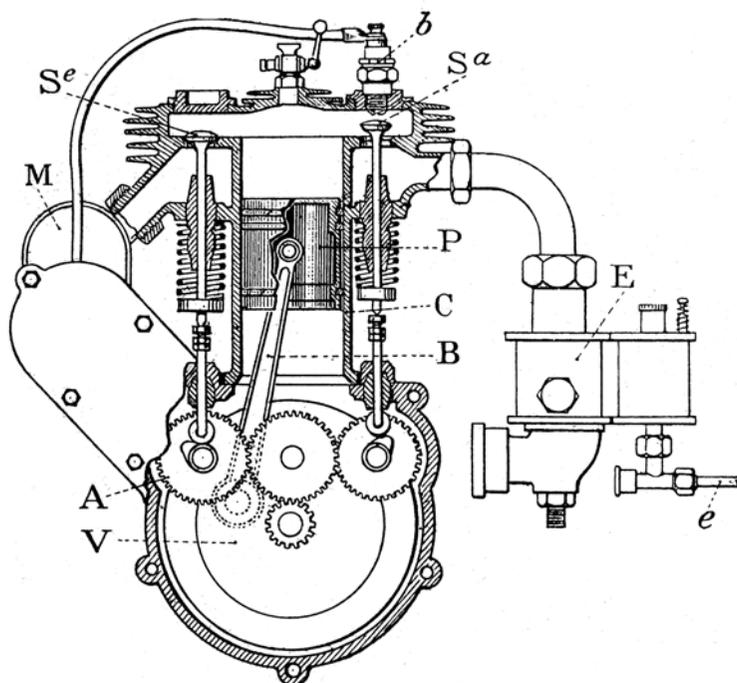

Fig. 1 - Coupe verticale schématique d'un moteur à explosions monocylindrique à quatre temps.
Si on le réduit à sa plus simple expression, un moteur à explosion est constitué (voir figure 1) par un cylindre C ouvert à une extrémité et fermé à l'autre, dans lequel se meut un piston P, relié par une bielle B à un arbre coudé V dit *vilebrequin* ou arbre moteur(1).
Si nous considérons un moteur à explosion à quatre temps pendant son fonctionnement, nous pouvons décomposer sa marche en *temps* qui se répètent indéfiniment, par groupes de quatre, toujours dans le même ordre ; les figures 2 à 5 montrent, schématiquement, la position occupée par les organes essentiels du moteur au commencement de chaque temps. Ces figures reproduisent, sous une forme simplifiée, le schéma de moteur de la figure 1.
1) se trouvant au point le plus haut de sa course, le volant (voir plus loin) l'entraîne vers le bas (sens indiqué par la flèche verticale sur la figure) ; en même temps la soupape d'admission ( $S^a$ , figure 1) s'ouvre dans son mouvement de descente, le piston aspire dans le cylindre le mélange détonant produit dans le carburateur et amené par le tuyau d'admission A (fig. 2) ; à ce moment, le moteur se comporte comme une pompe aspirante. Lorsque le piston parvient au point le plus bas de sa course, la soupape  $S^a$  se ferme et le cylindre se trouve rempli de gaz.
course descendante, le cylindre se trouve rempli de gaz inertes, il est nécessaire de les chasser avant de pouvoir admettre une nouvelle charge (ou cylindrée) de mélange détonant frais. Cette chasse des gaz brûlés a lieu pendant le quatrième temps, la soupape d'admission ( $S^a$ , fig. 1) s'ouvre, ce qui met en communication l'intérieur du cylindre avec l'atmosphère.